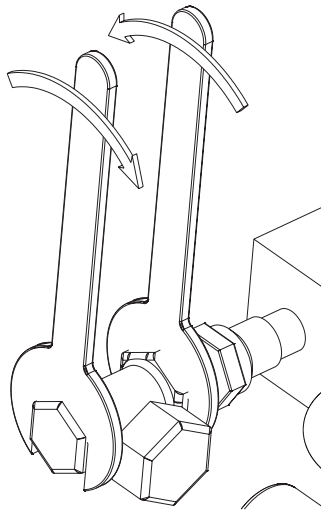
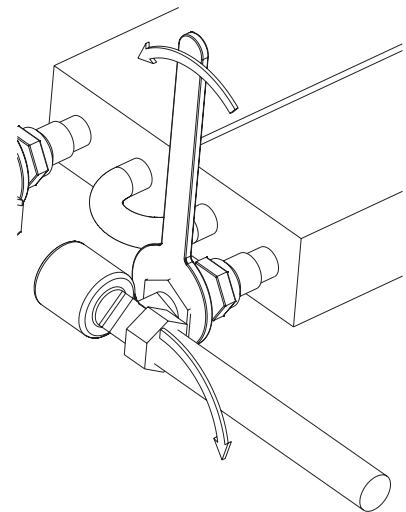

рис. 6
рис. 7
- Комплектующие для регулирования по воде (01, 02, 03, 04, 05, 06) поставляются вместе с конвектором и требуют подключения к теплообменнику при монтаже. При соединении прямого термостатического вентиля или двухпозиционного регулирующего клапана гайка должна затягиваться встречными усилиями двумя гаечными ключами (рис. 6). Когда закрепляются угловые вентили и регулирующие клапаны, встречный вращающий момент должен быть обеспечен с помощью стержня с резьбой (1/2" резьба) (рис. 7). Если не применить такие приспособления, то возможно нарушить тефлоновое уплотнение и тогда патрубок для присоединения должен быть отсоединен от теплообменника для ремонта. Нельзя допустить утечки воды через неплотные соединения. Стандартные вентили и двухпозиционные регулирующие клапаны предназначены для присоединения к стальным трубам. Если используются медные трубы, то это следует указать при заказе. При использовании вентиля с комплектующей 05 - термостатической головкой с выносным датчиком она должна монтироваться перед укладкой бетона. При монтаже рекомендуется проверить водонепроницаемость инсталляции.